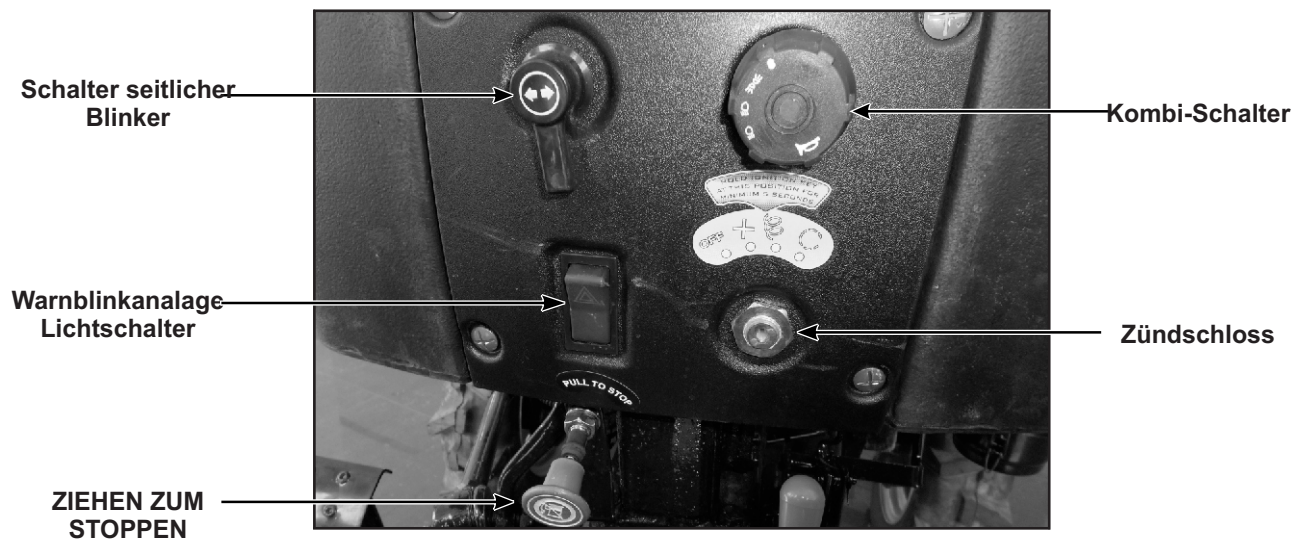

Abb. 3.3a
3.3.a Armaturenbrett-Steuerelemente für Modell 20 (Abb. 3.3a)